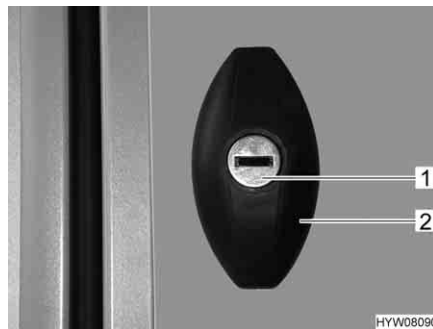

Fig. 24 Serratura dello sportello, ellittico, chiuso
- Inserire la chiave nel cilindro della serratura (Fig. 24,1) e ruotare in senso antiorario di un mezzo giro. La maniglia della serratura (Fig. 24,2) scatta all'infuori.